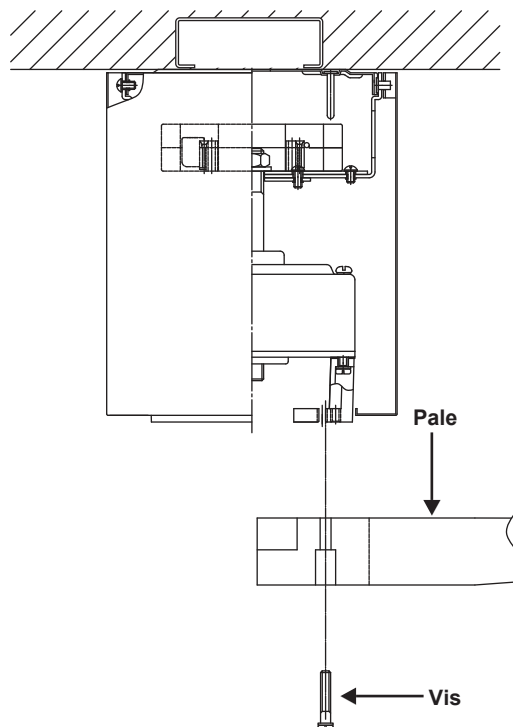

Figure 9
1. Fixez la pale au moteur à l'aide des rondelles plates des vis fournies. (Fig. 9)